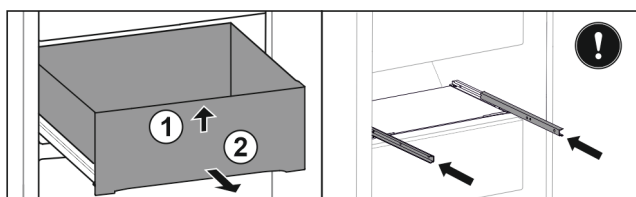

Fig. 98
- ▶ Podignite ladicu sprijeda. Fig. 98 (1)
- ▶ Izvadite ladicu prema naprijed. Fig. 98 (2)